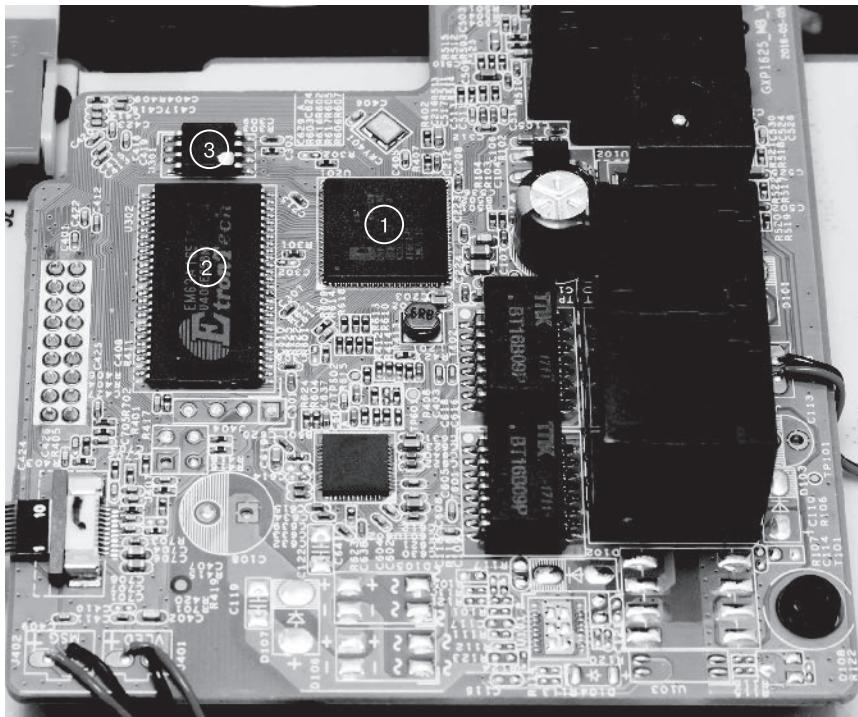

Рис. 1.1. Типичная печатная плата встроенного устройства
Внутри встроенного устройства находится *печатная плата* (printed circuit board, PCB), на которой обычно есть следующие аппаратные компоненты: процессор, энергозависимая память, энергонезависимая память, аналоговые компоненты и внешние интерфейсы (рис. 1.1).
Все вычисления выполняются в *центральном процессоре* (ЦП). На рис. 1.1 процессор встроен в систему на чипе (System-on-Chip, SoC) и помечен цифрой ❶. Как правило, процессор приводит в действие основное программное обеспечение и операционную систему (ОС), а SoC содержит дополнительные аппаратные периферийные устройства.